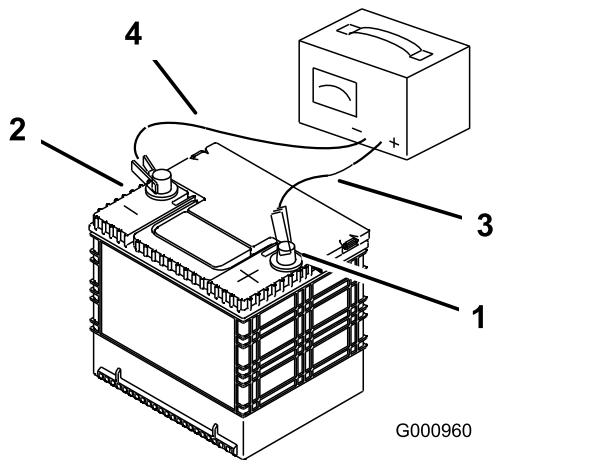

Figure 77
2. Quand la batterie est chargée au maximum, débranchez le chargeur de la prise, puis débranchez les fils du chargeur des bornes de la batterie (Figure 77).